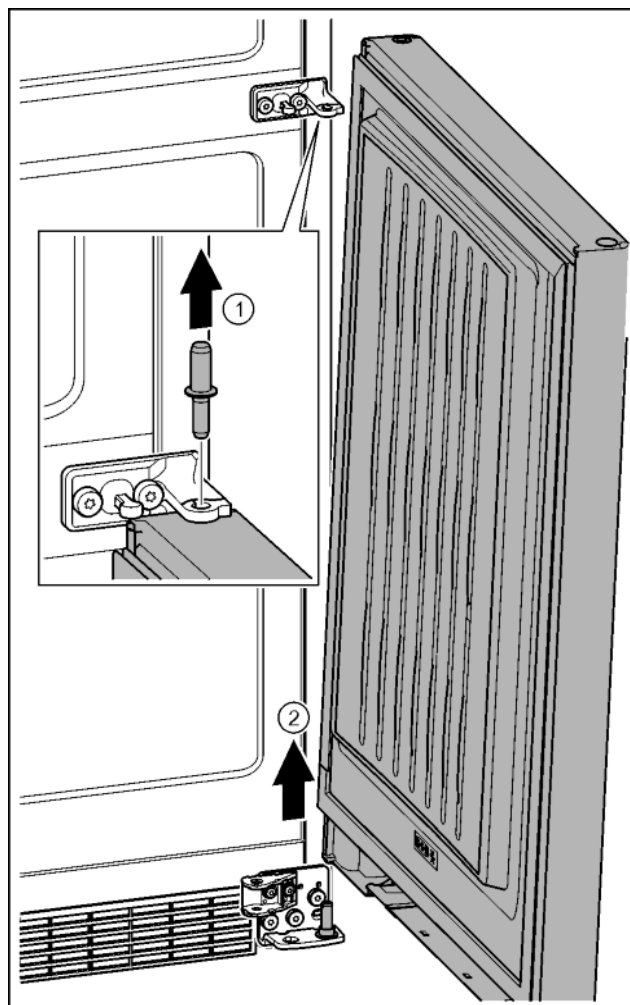

Fig. 21
- ▶ Bouten vanaf de bovenkant eruit trekken. *Fig. 21 (1)*
- ▶ Deur naar buiten draaien, naar boven trekken en aan de zijkant stellen. *Fig. 21 (2)*